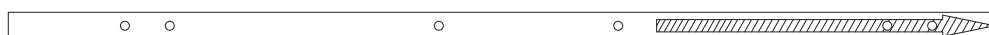

Fig. 3
- Juntamente com a pia, encontra-se um molde de papelão (Fig. 3), que serve para a determinação da posição dos parafusos que irão fixar a pia ao balcão ou móvel.